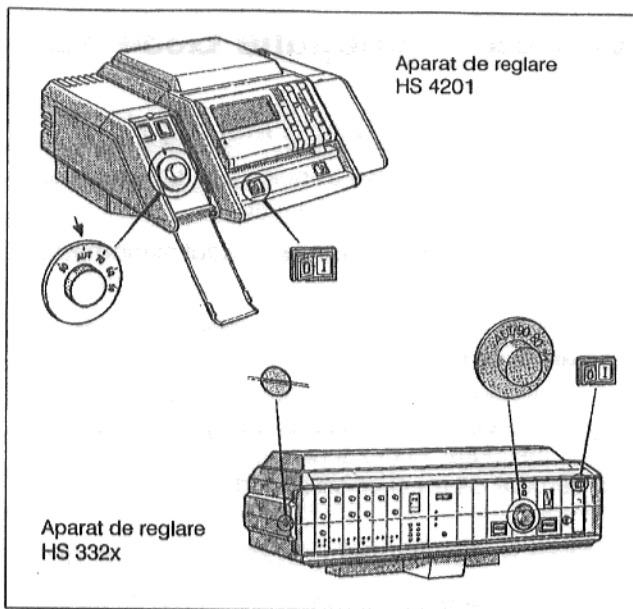
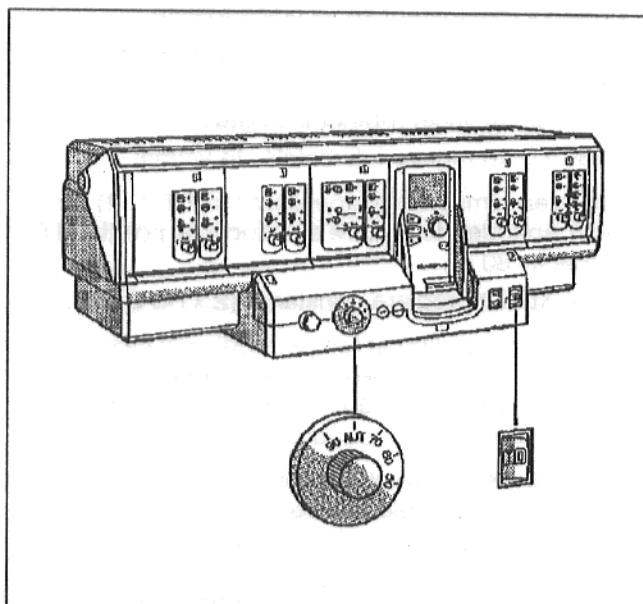

Fig. 1: Aparatele de reglare HS 4201 și HS 332x
Fig. 2: Aparat de reglare HS 431x
- În cazul aparatului de reglare HS 332x: șlițul șurubului capacului transparent al aparatului de reglare (Fig. 1) se va aduce în poziție orizontală, de exemplu cu o monedă. Capacul transparent se va ridica în față.
- Comutatorul funcționării (Fig. 1 respectiv Fig. 2) se aduce pe poziția I (ON).
- La aparatul de reglare HS 4201: se deschide clapa de acoperire din stânga (Fig. 1).
- Aparatul de reglare al temperaturii apei cazanului (Fig. 1 respectiv Fig. 2) se aduce pe "AUT" respectiv 80°C. La reglarea constantă se fixează pe temperatura dorită (min. 50°C).
- Comutatorul funcționare (Fig. 1 respectiv Fig. 2) se aduce pe poziția 0 (OFF).